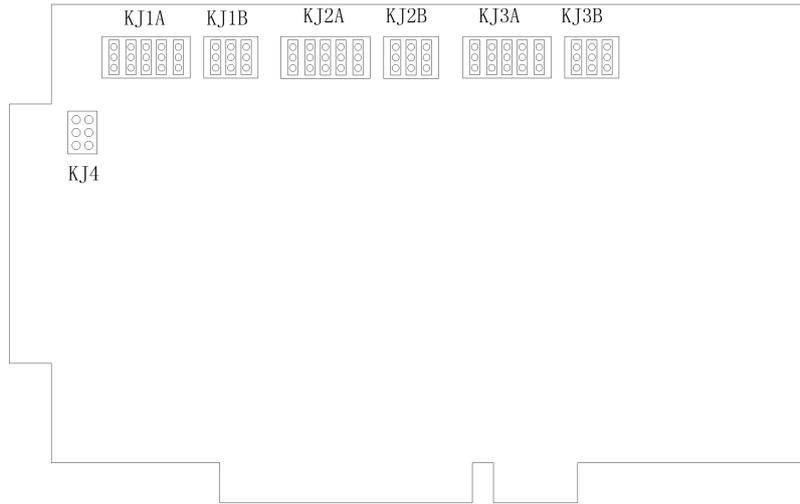

图 1 主要部件位置图
- 5.1 主要与使用有关的输入输出插座，跨接插座及地址开关位置见图 1：